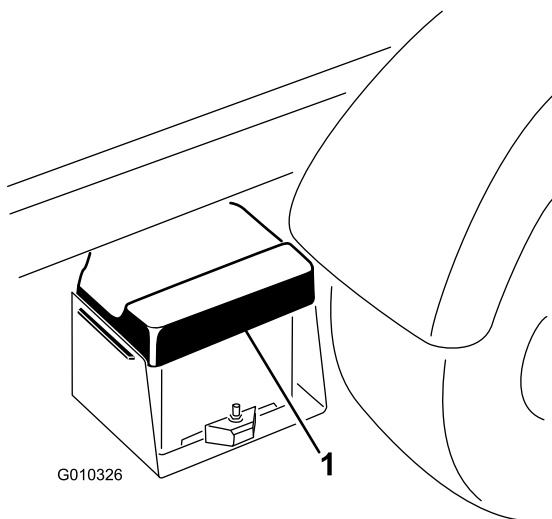

Figure 5
1. Enlevez le couvercle du bac de la batterie (Figure 5).